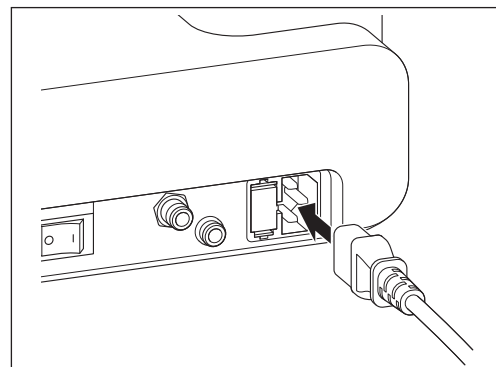

Fig. 1
- 2) Introduza o cabo elétrico c.a. de modo a encaixar corretamente na tomada do conector do cabo elétrico c.a. na parte traseira da unidade de controle (Fig. 1).